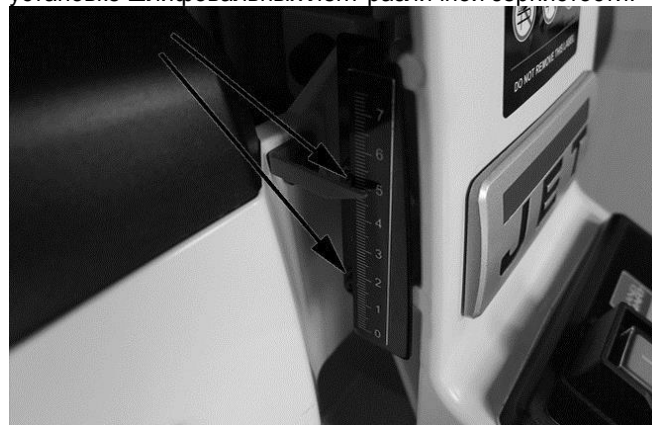

Рис. 8-1: настройка шкалы глубины
3. В таком положении барабана указатель шкалы высоты должен быть на отметке «ноль». Если это не так, ослабьте два винта (Рис. 8-1) и поднимите или опустите шкалу, пока ноль не выровняется с указателем.